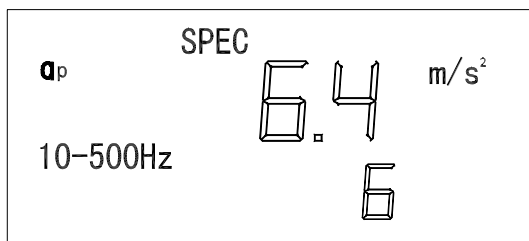

图 2-15
③如果带宽设置不合适，请按 **BAND** 键调整带宽。
④按 **RUN/STOP** 键，此时开始测量并计算频谱图，SPEC 标志闪烁；当 SPEC 不闪烁时测量结束。（见图 2-15）